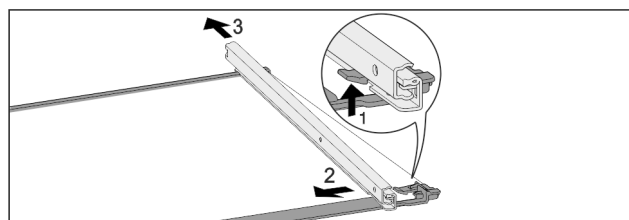

Fig. 120 Ripiano in vetro con guide
- Premere il gancio di fermo anteriore verso l'alto. Fig. 120 (1)
- Far scorrere la guida estraibile di lato Fig. 120 (2) e verso il lato posteriore Fig. 120 (3).